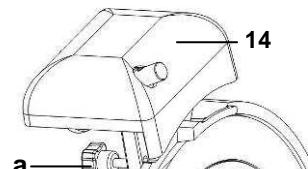

Рис.6
- Ослабить крепежный винт (a) заточного устройства (14) сзади устройства (рис. 6).
- Вытащить заточное устройство (14) и повернуть его на 180°.
- Вставить заточное устройство (14) в предусмотренную для этой цели направляющую и затянуть крепежный винт (a).
- Снять заточный блок с устройства. (**Рис. 6**).
- Целиком снять заточный блок с прибора (**рис. 6**).